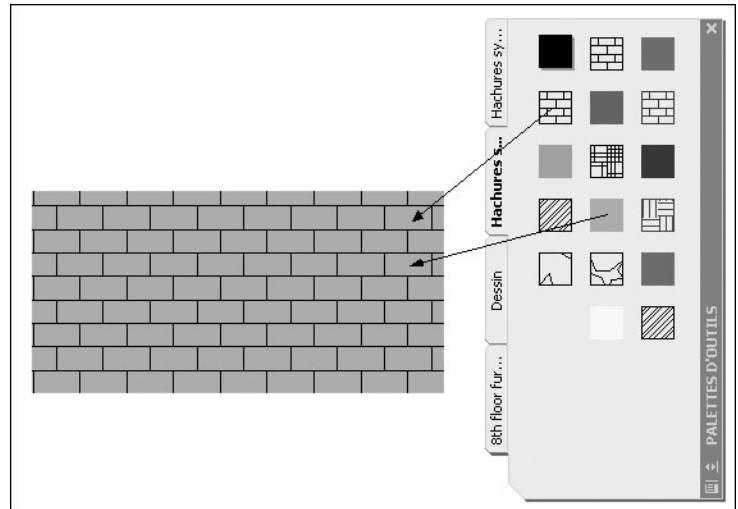

Fig.8.12
- 3 Il est possible de placer plusieurs hachures l'une sur l'autre (fig.8.12).